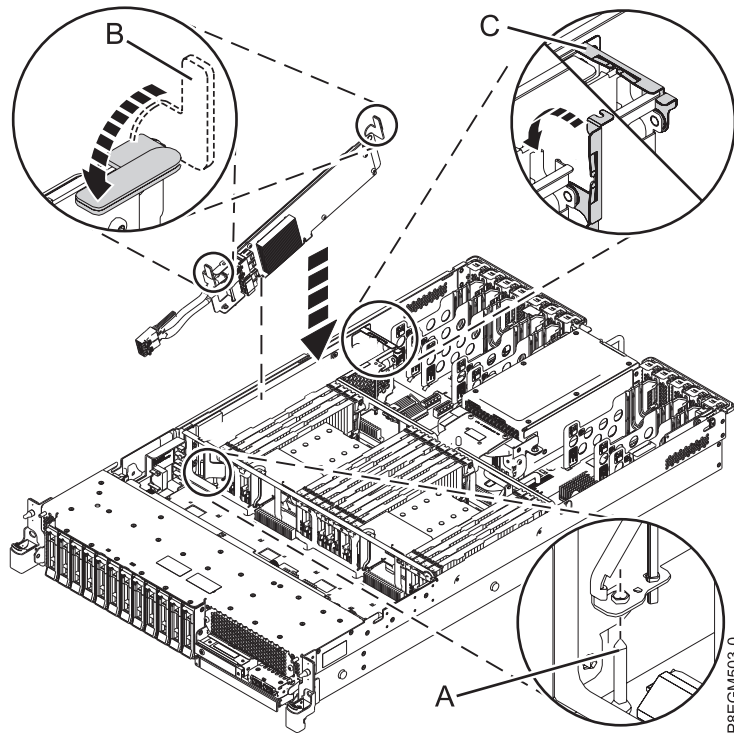

Abbildung 4. Internen 6-Gb-PCIe3-x8-SAS-RAID-Adapter in Steckplatz P1-C14 austauschen
10. Schließen Sie die Installation des internen 6-Gb-PCIe3-x8-SAS-RAID-Adapters ab, indem Sie ihn vollständig einsetzen. Überprüfen Sie, dass der Adapter auf dem Justierstift **(A)** sitzt. Drücken Sie die Karte an der Kante oben in der Mitte nach unten, bis diese fest im Anschluss der Rückwandplatine des Systems sitzt, wie in Abb. 4 auf Seite 5 dargestellt.
11. Drücken Sie die blauen Griffe **(B)** in die in Abb. 4 auf Seite 5 dargestellte Richtung.
12. Drücken Sie die Kabelhalterung **(C)** in die in Abb. 4 auf Seite 5 dargestellte Richtung.